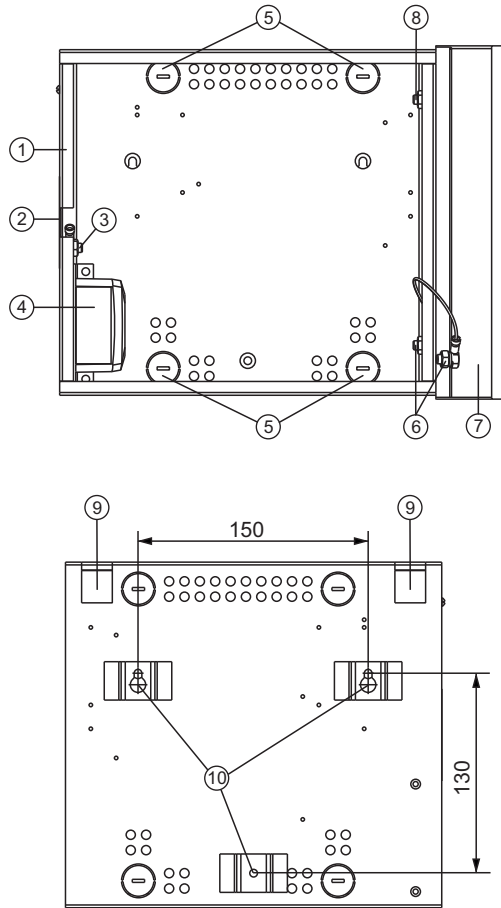
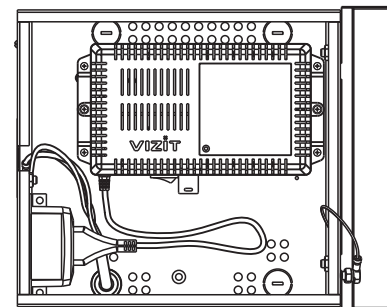

Рисунок 1 - Внешний вид и установочные размеры бокса
Рисунок 4 - Расположение блока управления **VIZIT** в боксе
Для крепления на стене используются скобы (10) (см. рисунок 1) на задней стенке бокса, а также шурупы 4x40 и дюбеля 6x40 из комплекта поставки.
Для ввода кабелей внутрь бокса удалите металлические заглушки нужных кабельных вводов (рисунок 1, позиция 5).
- Заведите провода линии связи в бокс через отверстия (5) (см. рисунок 1).
- Если конструкция блока вызова предусматривает его заземление, подключите защитный провод блока вызова к клемме (8). Защитный провод соединяется с кабельным наконечником клеммы методом опрессовки.
- Подключите сетевую вилку блока управления / блока питания к розетке (см. рис. 4, 5, 12, 13).